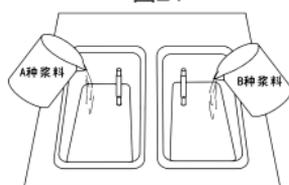

图22
4. 请配制两份相同或不同口味的浆料。一般情况下，使用DW双缸机器制作软冰淇淋，同时配制两种不同口味的浆料，方可制出两种独立口味和一种混合口味的三色软冰淇淋。（见图22）